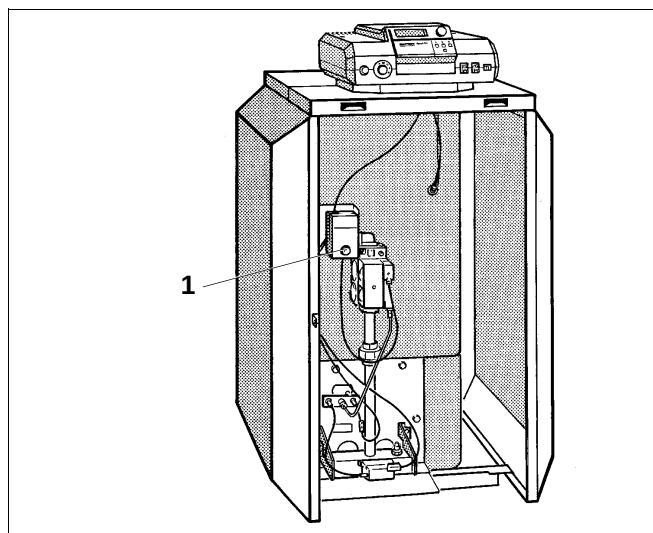

Fig. 30 Bouton de déverrouillage
Lorsque le témoin de défaillance s'allume dans le bouton de déverrouillage (fig. 30, **pos. 1**), enfoncer le bouton de déverrouillage.